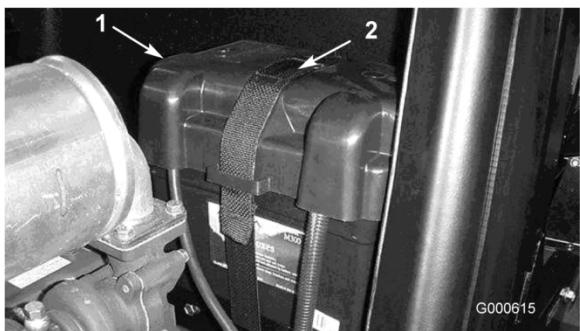

Figura 38
2. Retire a faixa da bateria e a tampa (Figura 38).